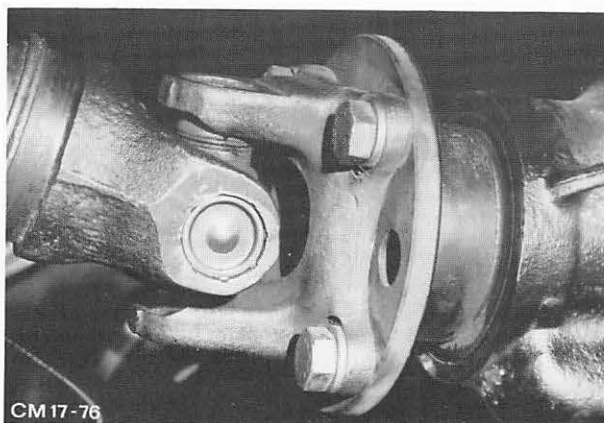

Abb. 107 Gelenkwelle an Flansch – Antriebskegelrad
9. Gelenkwelle an Flansch – Antriebskegelrad montieren (neue Federringe verwenden). Schrauben mit vorgeschriebenem Drehmoment festziehen. Abb. 107.